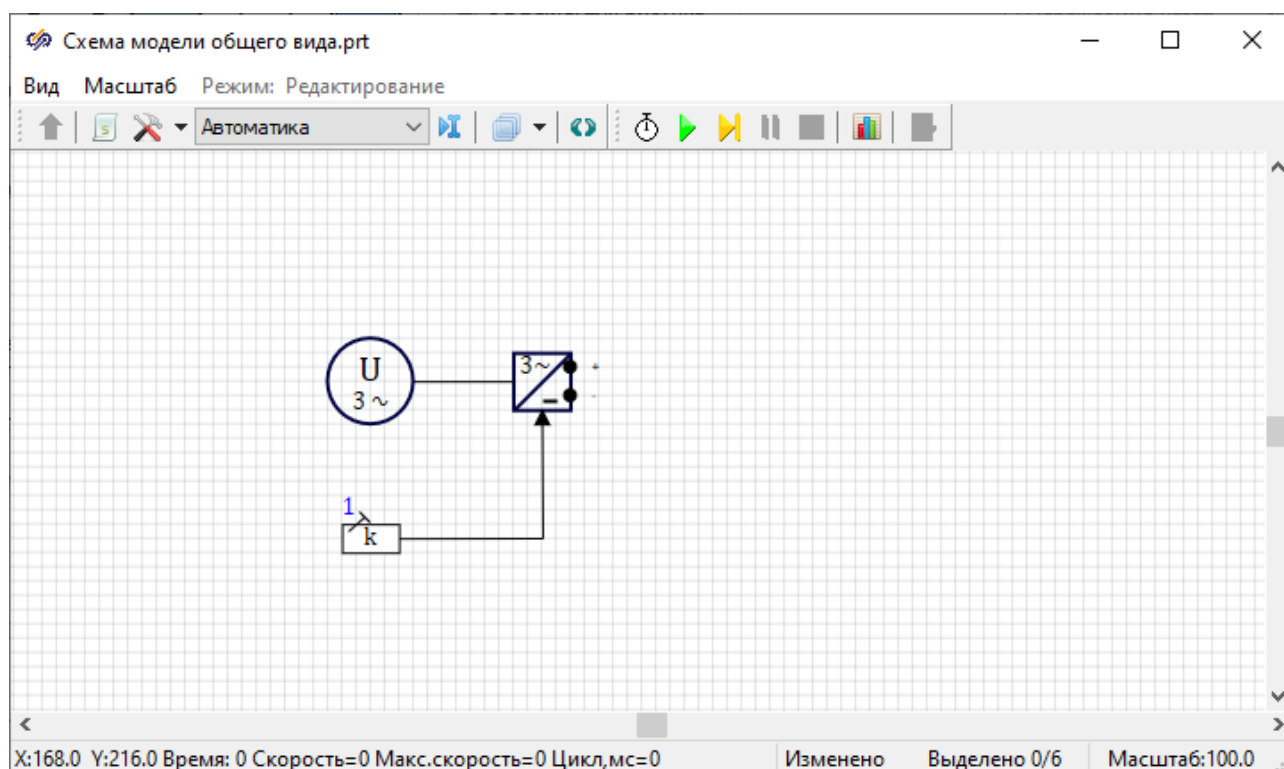

Рисунок 3.4.8. Источники математического.
- 2) Установите этот блок на схему и соедините его порт выхода с портом входа «С» блока «**Преобразователь 3-фазный мостовой (тиристор)**» (Рисунок 3.4.8).